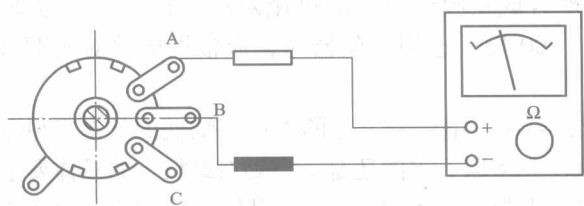

图 1-5 电位器接触情况的测量
(3) 电位器接触情况的测量。测量方法如图 1-5 所示。将万用表置于欧姆挡并选好测量量程, 然后将万用表的一支表笔接电位器的 B 端, 另一支表笔接 A、C 两端中的任一端, 同时旋动电位器轴柄, 此时万用表的指针应随着慢慢偏转。当轴柄旋至极端位置时, 电位器的阻值应为标称阻值